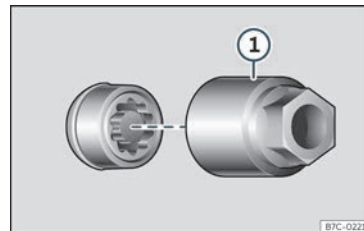

Fig. 40 Parafuso antirroubo da roda con capuchón e adaptador.
- Encaixe o adaptador especial»» fig. 40 ① (ferramenta de a bordo»» páx. 47) no parafuso antirroubo da roda ata o tope.